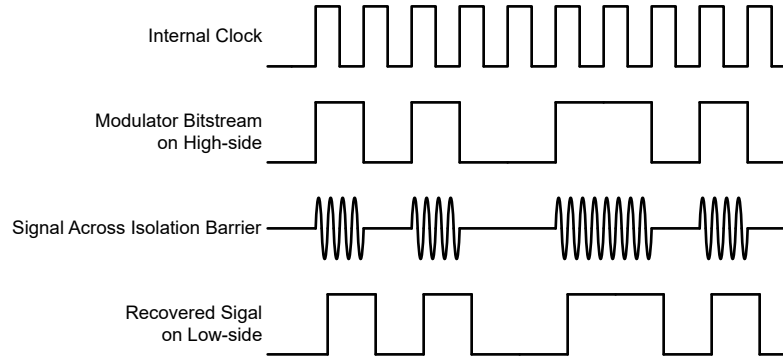

图 7-4. 基于 OOK 的调制方案
如图 7-4 中所示，AMC0x06M05-Q1 使用开关键控 (OOK) 调制方案跨过基于  $\text{SiO}_2$  的隔离栅传输调制器输出位流。发送驱动器 (TX) 如 功能方框图 中所示。TX 跨过隔离栅发送一个内部生成的高频载波来表示数字一。而 TX 不发送信号则表示数字零。AMC0x06M05-Q1 内使用的载波标称频率为 480MHz。